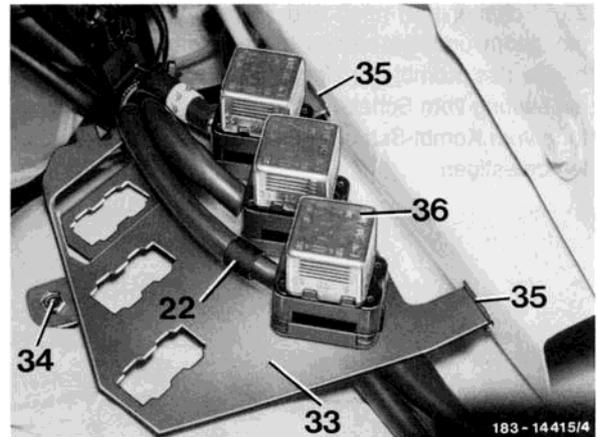

Bild 13
**30** Am linken Radeinbau Relaishalter anschrauben. Anschließend 6polige Kupplung vom Zusatzleitungssatz im Relaishalter einklipsen, Relais aufdrücken und Abdeckung montieren (Bild 13).